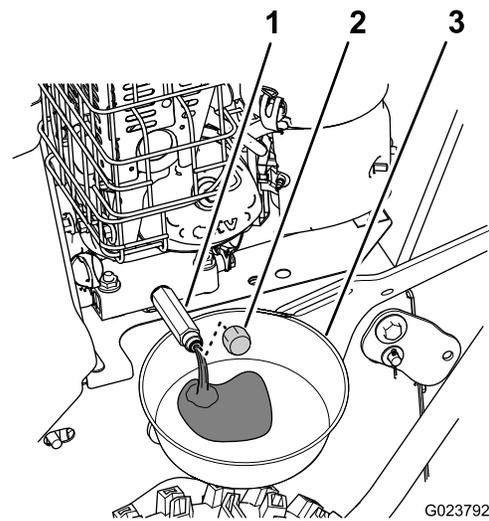

Figura 25
1. Coloque un recipiente debajo del acoplamiento de vaciado y retire el tapón de vaciado de aceite (Figura 25).